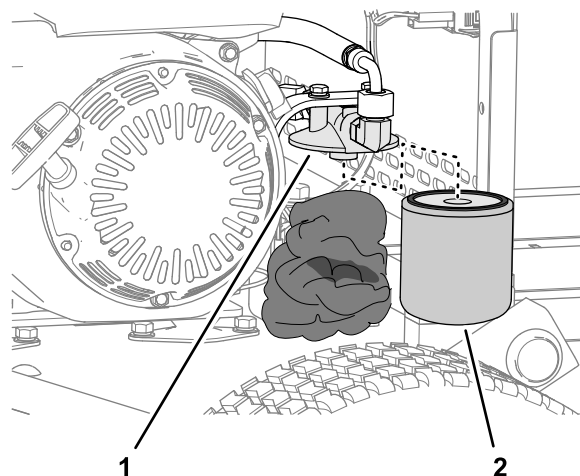

図 38
2. 油圧フィルタの下にウェスを詰める **図 38**。
3. 注意深く油圧フィルタを外す **図 38**。